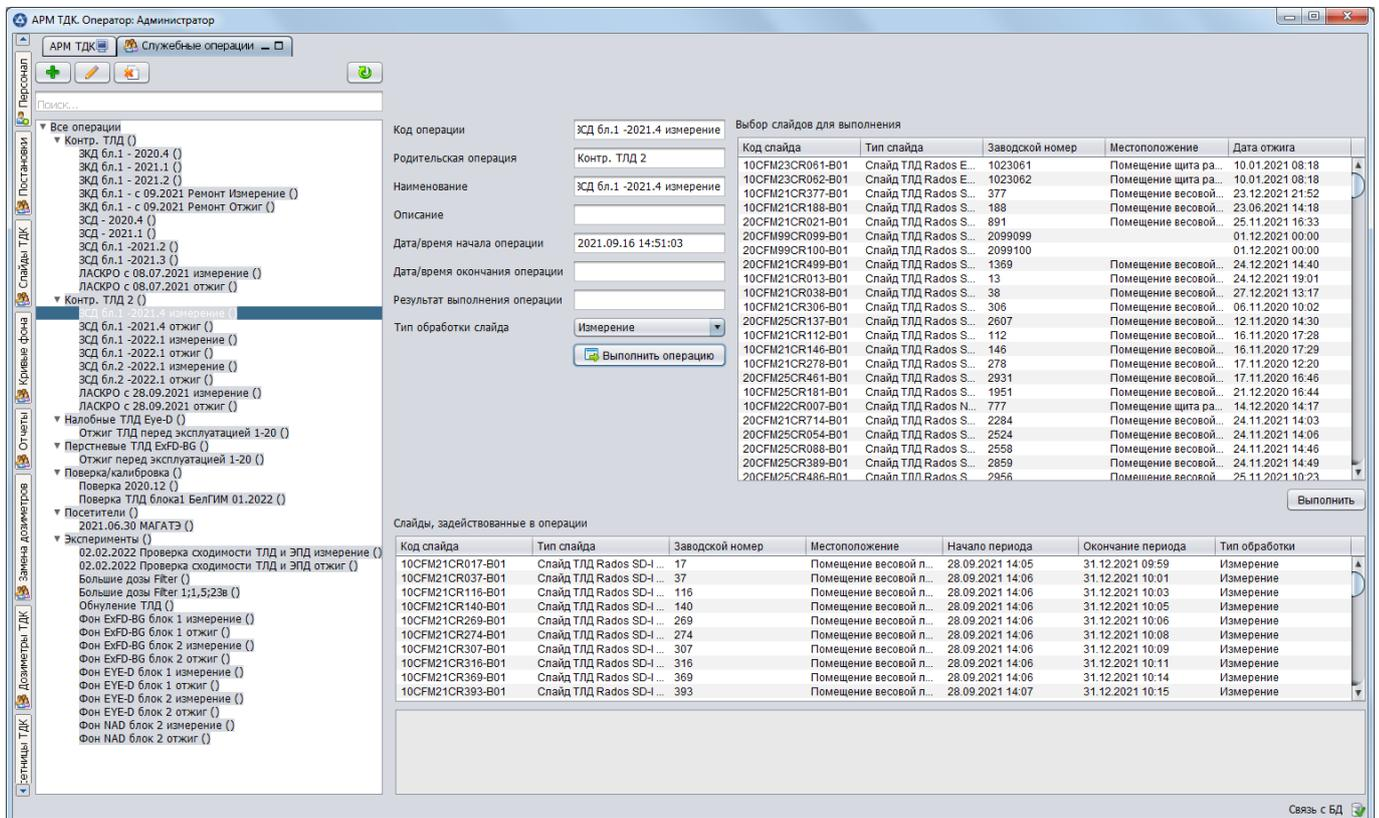

Рисунок 14
3.4.12.1. Панель «Служебные операции» предназначена для регистрации и управления операциями со слайдами, не связанными с текущим дозиметрическим контролем (проведение метрологической поверки, регистрации отжигов, локальных испытаний и т.д.). Состав панели «Управление конфигурацией слайдов» приведен на рис. 14.